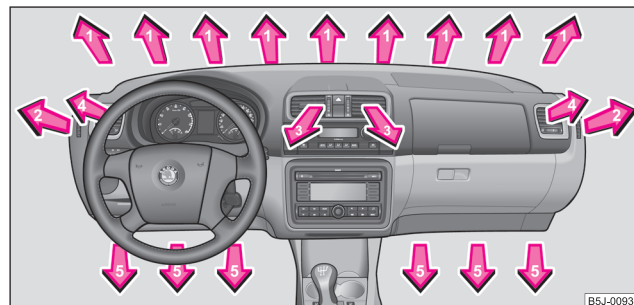

Abb. 84 Luftaustrittsdüsen
- Luftaustrittsdüsen **4** ⇒ Seite 100, Abb. 84 öffnen und zur Seitenscheibe richten.
- Luftaustrittsdüsen **4** ⇒ Seite 100, Abb. 84 öffnen und zur Seitenscheibe richten